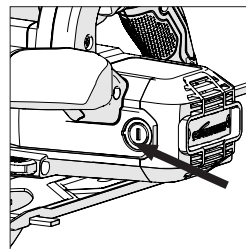

Fig. 17
- Svitare il tappo di plastica che si trova sul retro dell'alloggiamento motore. **(Fig. 17)**